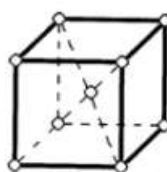

Рис. 6
**№ 21. Почему вещества, обладающие кристаллической решеткой, представленного на рис. 6 типа, не образуют растворов внедрения с высокой концентрацией растворенного компонента?**